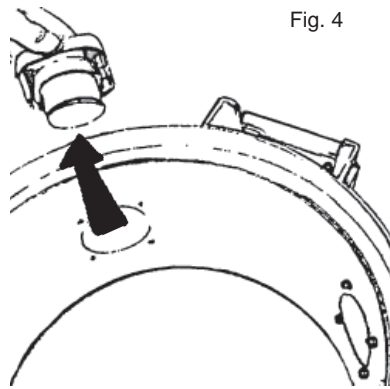

Fig. 4
2. Puxe a tomada para fora do aparelho, ver Fig. 4.